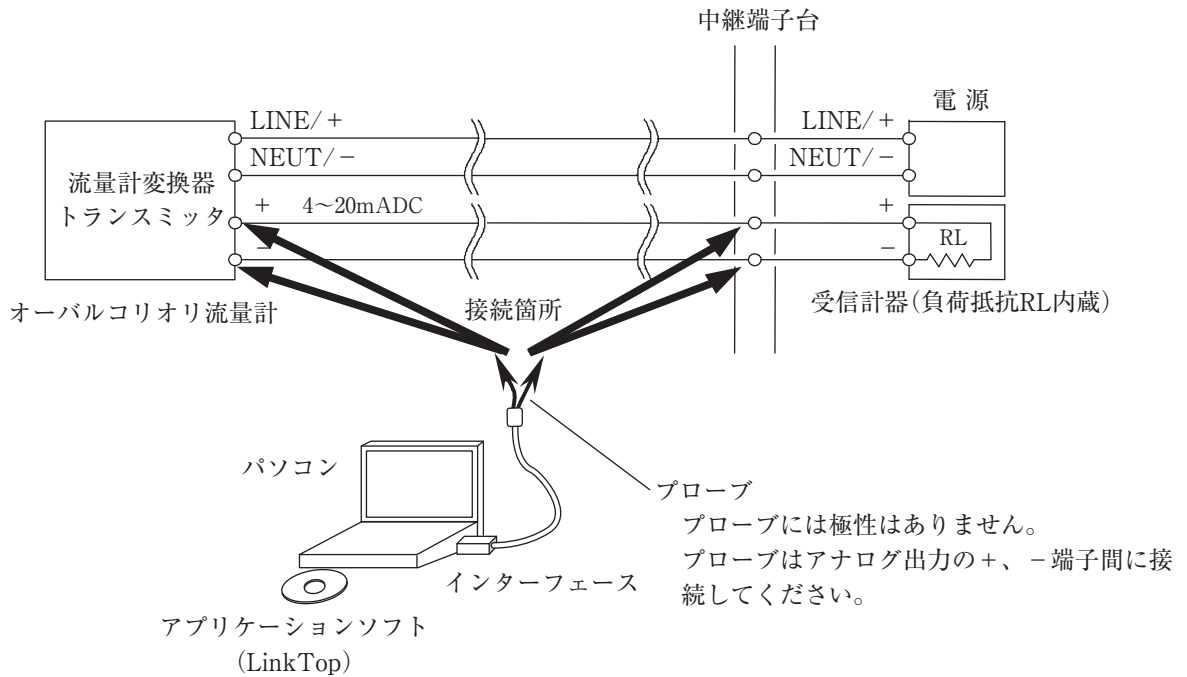

図2
機器の接続は図2のようになります。
(注) 図2中、パソコンはお客様にて準備していただきます。
- ① 流量計変換器、インターフェース、「LinkTop」をインストール済みのパソコンを図2のように接続します。
- ② LinkTopを起動させるには、パソコンの画面左下の「スタート」から「プログラム」の中のLinkTop for ALTI mass(J)をクリックします。
- ③ 画面上部メニューの「File(F)」の中の「Port settings(I)」をクリックします。